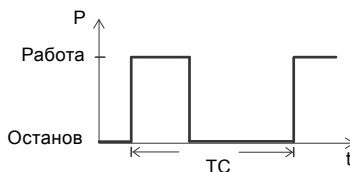

Рис. 10 Режим работы S3
Режим работы S3 означает серию идентичных рабочих циклов (TC) с постоянной нагрузкой, чередующихся с перерывами в работе. Во время цикла не достигается тепловое равновесие. См. рис. 10.